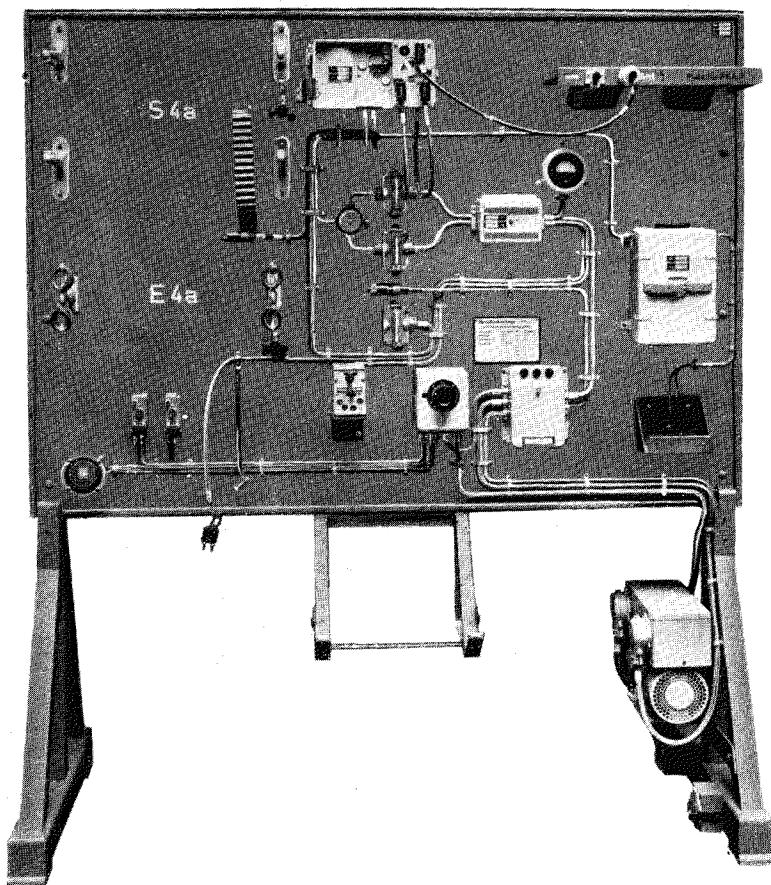

Abb. 38 Prüftafel PT. Va U/1.
2. Einbauteile (vergl. Abb. 38).